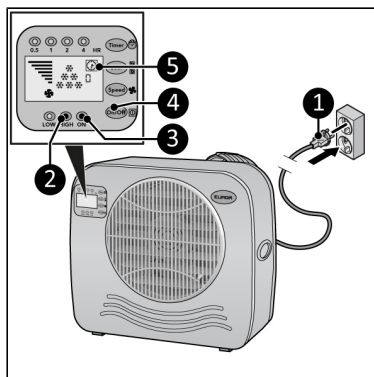

Figure 60.
2. Insérez la fiche d'alimentation (Figure 60, pos. 1) dans une prise murale reliée à la terre et facilement accessible. Utilisez une prise murale mise à la terre d'une puissance minimale de 460 watts.
- Appuyez sur le bouton ON/OFF (Figure 60, pos. 4). L'indicateur d'alimentation (Figure 60, pos. 3) et l'indicateur de haute température (Figure 60, pos. 2) s'allument. L'écran affiche l'indication d'heure et 6 indicateurs de refroidissement (Figure 60, pos. 5). L'appareil fonctionne maintenant à haute capacité.